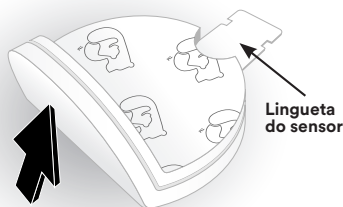

Figura 3-5: Remova o sensor
2. Começando pela borda do sensor, retire suavemente o sensor do paciente (Figura 3-5).